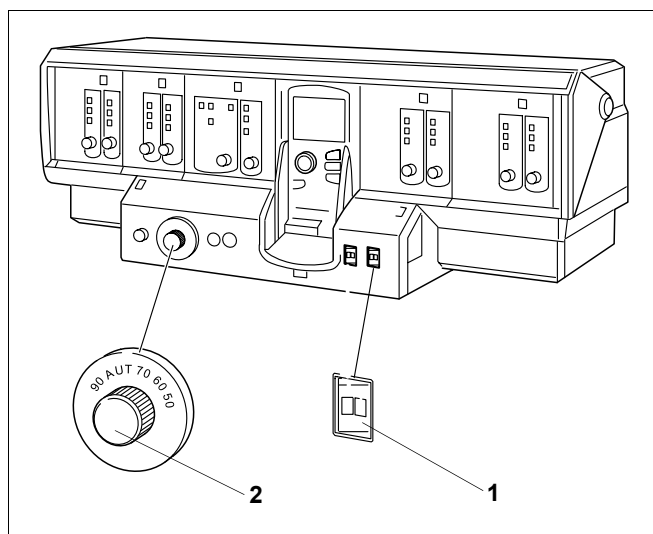

Fig. 1 Aparat de reglare, de ex. Logamatic 4311
- Întrerupătorul (fig. 1, **poz. 1**) se comută în poziția "I" (pornit).
- Regulatorul de temperatură al agentului termic (fig. 1, **poz. 2**) se comută pe AUT resp. 80 °C. În regim de temperatură constantă, se reglează temperatura dorită, adică min. 60 °C dacă se folosesc gaze și min. 50 °C dacă se folosește combustibil lichid.
- Întrerupătorul (fig. 1, **poz. 1**) se comută în poziția "0" (oprit).